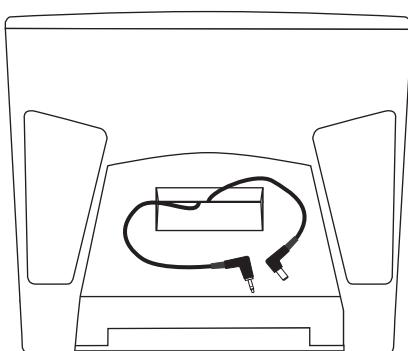

Abb. 1
In Abbildung 1 können Sie links erkennen, dass sich auf der Oberseite der Expedition EXL250, XPL200 und XPL300 ein vorverdrahtetes Fach befindet, das einen der drei unterschiedlichen Samson-Drahtlosempfänger aufnehmen kann: die Modelle UM1 oder AM1 UHF. Das Ausgangssignal des in die EXL250 installierten Drahtlosempfängers kommt auf Kanal 2 des integrierten Mischers an.
- 1 Entfernen Sie die Abdeckung des Drahtlosempfänger-Fachs, indem Sie sie vom Fach abheben, das sich auf der Oberseite des Expedition befindet (siehe Abb. 1).